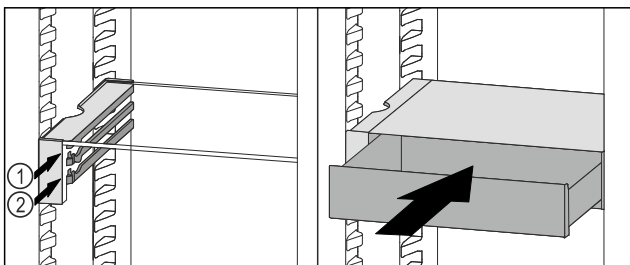

Fig. 207
- ▶ Установите выдвижной ящик VarioSafe за стопоры на требуемый выступ Fig. 207 (1) или Fig. 207 (2).